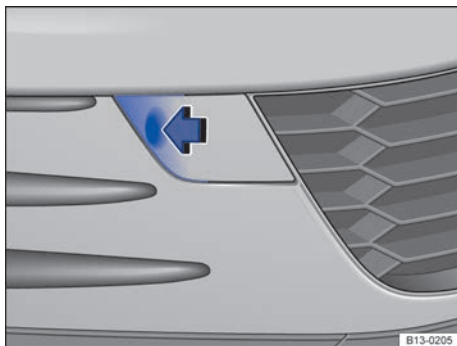

Fig. 152 En el lado derecho del paragolpes delantero: retirar la tapa. ▶
El alojamiento de la argolla de remolque enroscable se encuentra en el lado derecho del paragolpes delantero detrás de una tapa → fig. 152.
- Presione en el lateral de la tapa → fig. 152 (flecha) para desencastrar esta.
- Presione en el lado izquierdo de la tapa → fig. 152 (flecha) para desencastrarla.